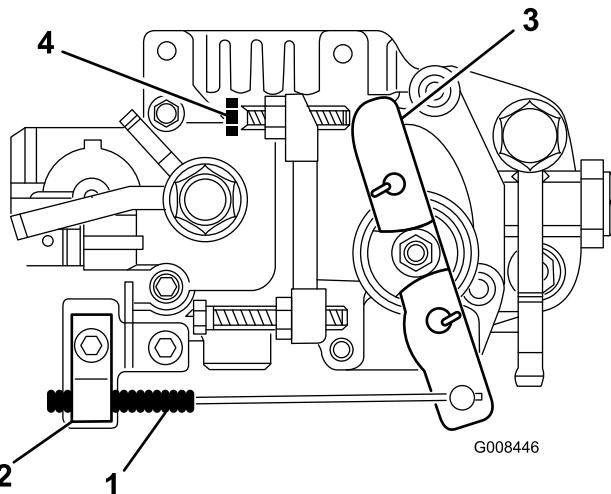

Figura 45
2. Liberte o parafuso que fixa o cabo ao motor (Figura 45).
3. Mova o cabo até que a alavanca de controlo da velocidade entre em contacto com o parafuso de velocidade ao ralenti (Figura 45).
2. Desaperte a porca de bloqueio do parafuso de velocidade ao ralenti (Figura 45).